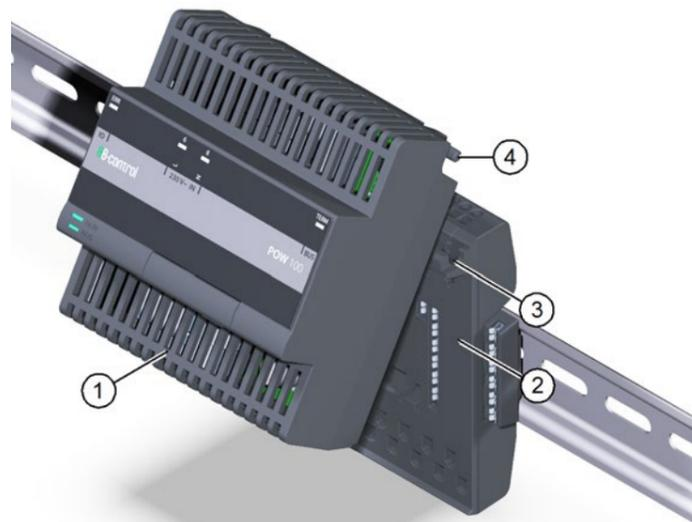

Abb. 6: Netzteil installieren
- ▶ Setzen Sie die Schwenkachsen (Pos. 4 in Abb. 6) des Netzteils (Pos. 1 in Abb. 6) in die Haken (Pos. 3 in Abb. 6) der Backplane (Pos. 2 in Abb. 6) ein.